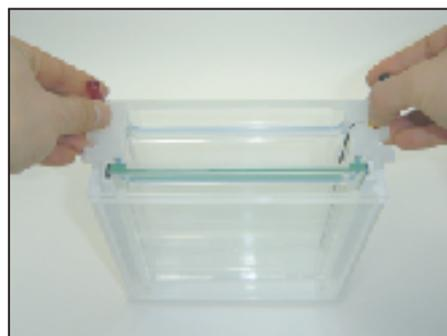

図 4
4. アッパーバッファーチャンバーのリムーブガイドRを左側にして、1.の状態のセルベースに挿入します。（図4）